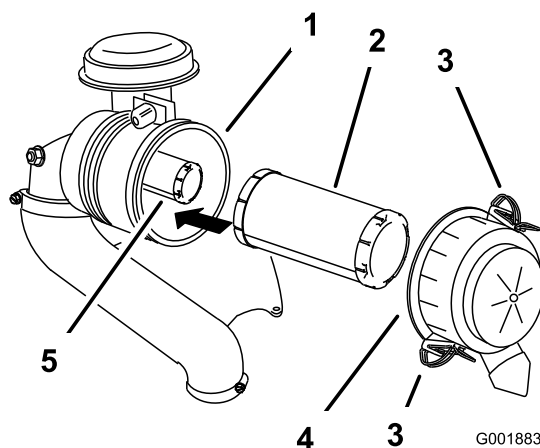

Figure 29
3. Ouvrez les dispositifs de verrouillage du filtre à air et détachez le couvercle du boîtier du filtre (Figure 29).
5. Sortez le préfiltre du boîtier du filtre à air avec précaution (Figure 29).
- Si vous remplacez l'élément interne, insérez-le avec précaution dans le boîtier du filtre (Figure 29).
- Glissez ensuite le préfiltre sur l'élément de sécurité avec précaution (Figure 29).
- Remettez en place et verrouillez le couvercle du filtre à air (Figure 29).